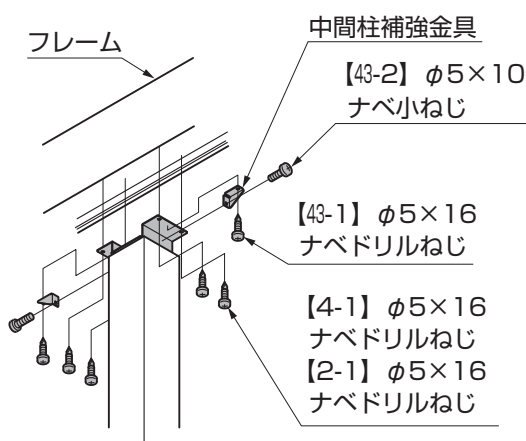

図4-31
- ②中間柱補強金具を中間柱取付金具に【43-2】で取付けてください。（図4-31参照）
- ③中間柱補強金具、中間柱取付金具を【43-1】、【2-1】または【4-1】でフレームに取付けてください。（図4-31参照）
- ④柱 中間用にアンカー棒を差し込み柱を建込んでください。
- 柱 中間用の持ち出し施工はフレーム端部から1500以内にしてください。（図4-31参照）